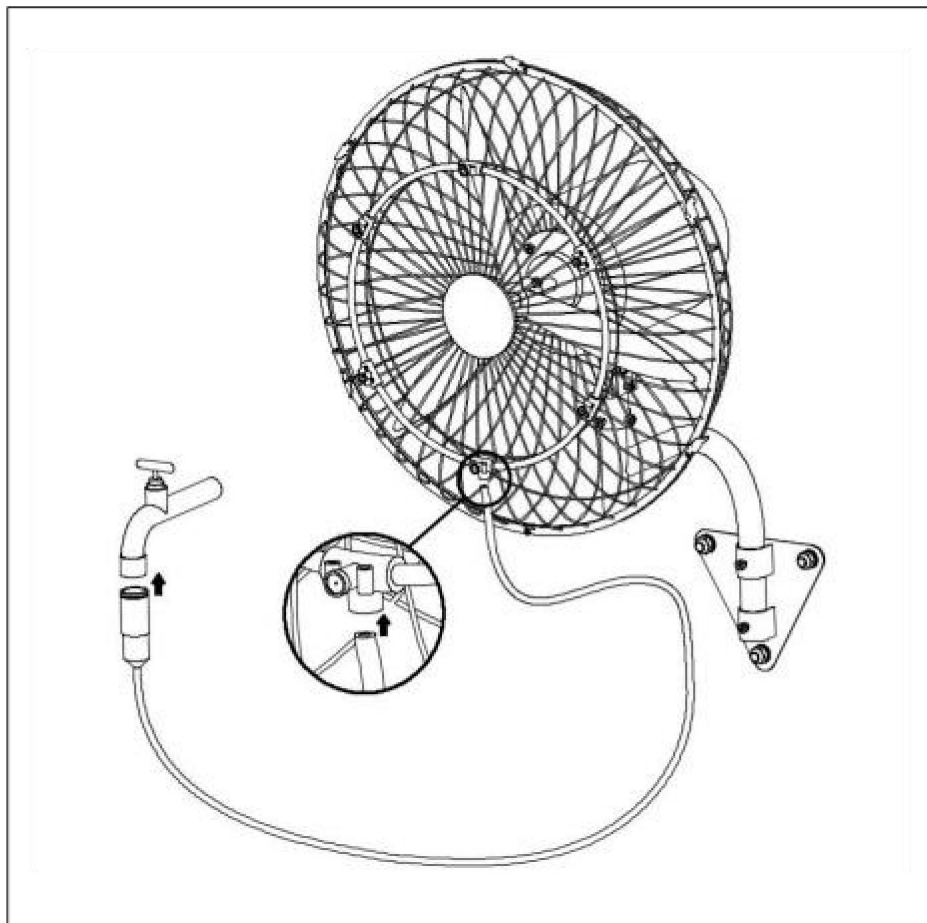

Fig.11.
2). Collegare il tubo dell'acqua rispettivamente al rubinetto e all'ugello di spruzzatura e serrare il rubinetto. Vedere (Fig.11.) Fatto!